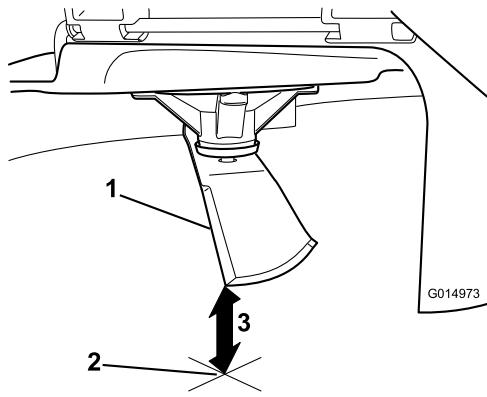

Figura 44
- Mida desde la punta de la cuchilla hasta la superficie plana (Figura 44).